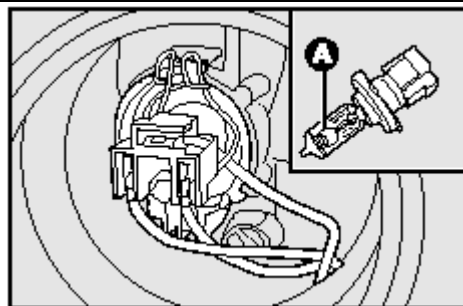

рис. 25
- Извлечь лампу **A** – **рис.25** из электрического разъема **B** и заменить ее;
### ПРОТИВОТУМАННЫЕ ФАРЫ рис.25 (где предусмотрены)